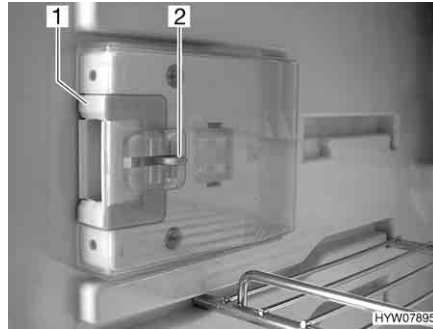
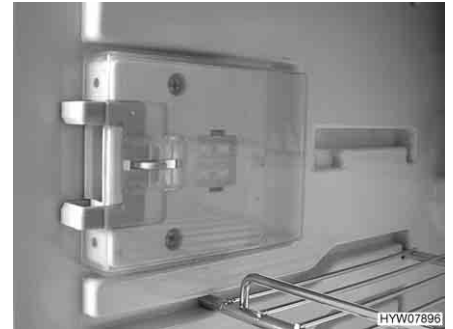

Fig. 175 Dispositivo di chiusura in posizione normale
Fig. 176 Dispositivo di chiusura in posizione di ricircolo d'aria
- Premere il dispositivo di sblocco (Fig. 175,2).
- Spingere il dispositivo di chiusura (Fig. 175,1) in avanti (Fig. 176).